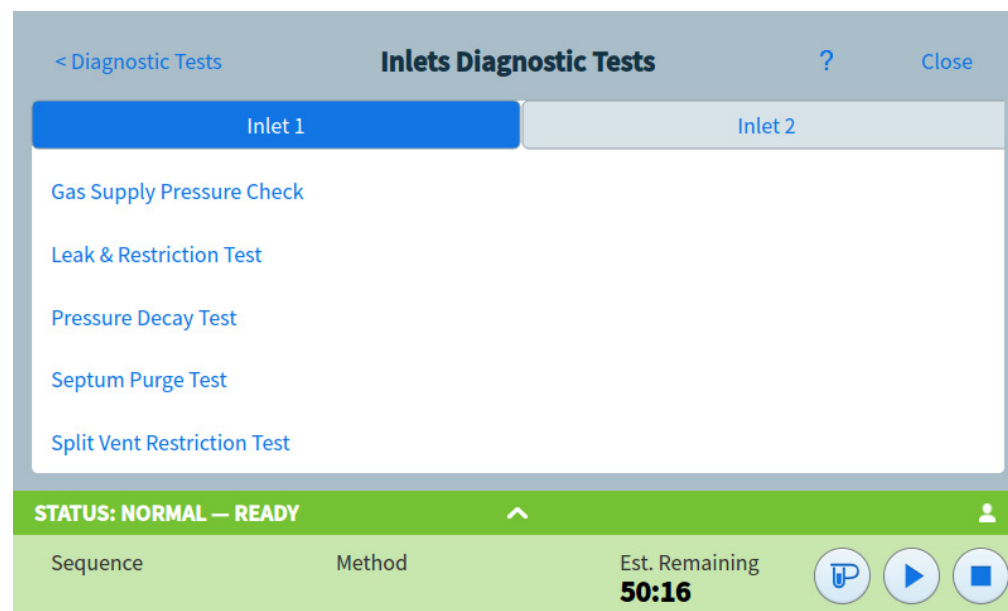

Figura 41. Página de pruebas de diagnóstico de los inyectores
- 3 Seleccione **Inyectores, Detectores**, u otro enlace, según se desee. Se abrirá la página correspondiente. Por ejemplo, al seleccionar **Inyectores (Inlets)** se abre la página de pruebas de diagnóstico de los inyectores. Consulte **Figura 41**.